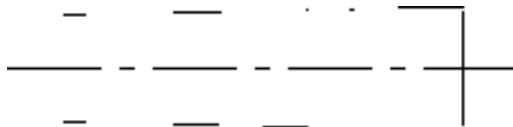

图 3-14 连接端点
2) 单击“绘图”工具栏中的“直线”按钮 $\text{L}$ ，分别连接两条斜线的两个端点，结果如图 3-14 所示。